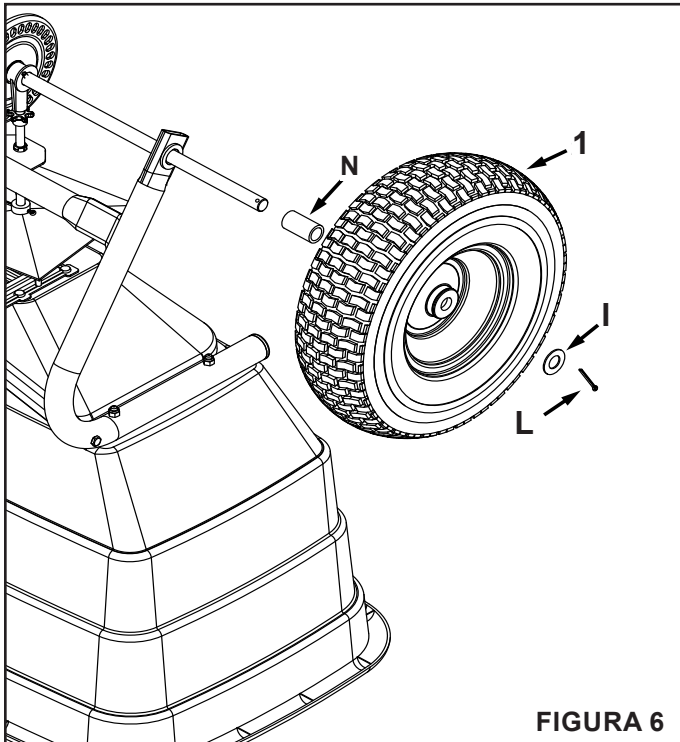

FIGURA 6
PASO 6: (VEA LA FIGURA 6)
- Fije una rueda al lado derecho del eje deslizando un separador (N) sobre el eje, seguido por una rueda (1) y una arandela grande (I). Asegure usando un pasador de chaveta pequeño (L) a través del orificio en el extremo del eje. Doble los extremos del pasador alrededor del eje. Vea la figura 6.